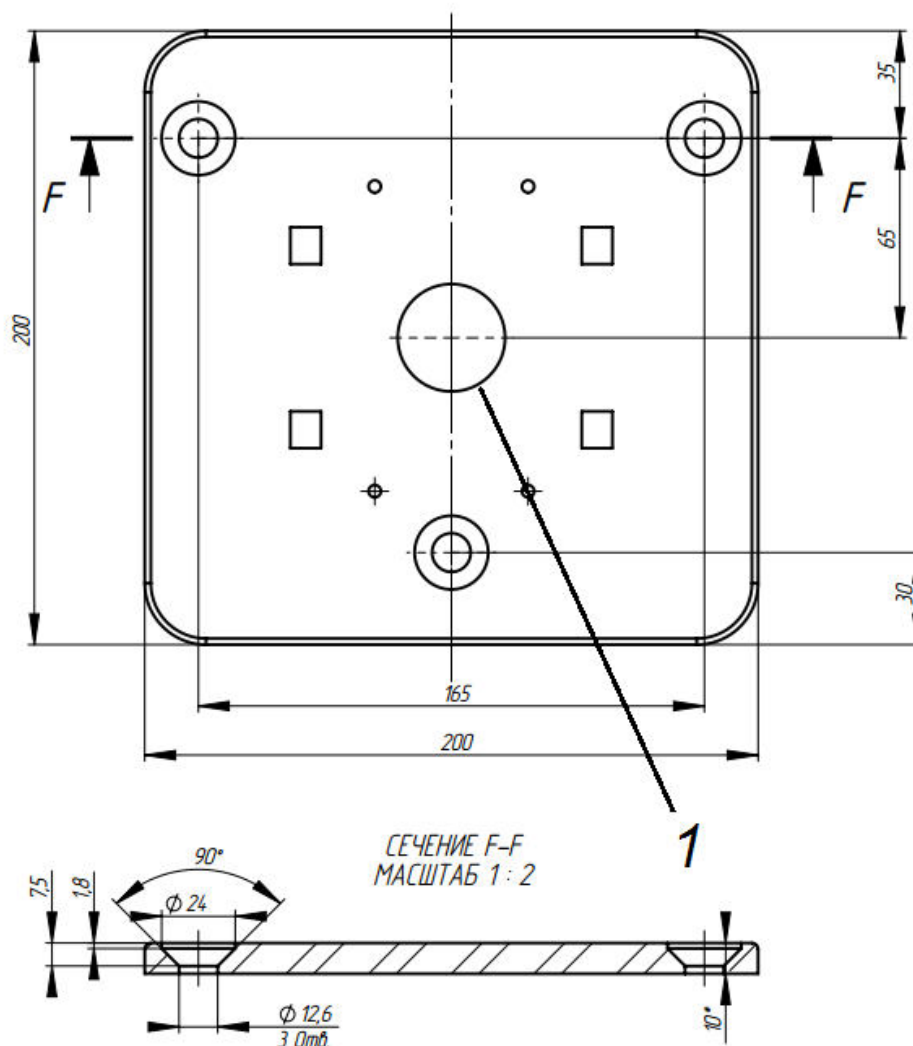

Рисунок 4 – Установочные размеры площадки турникета
4.2.4 Рисунок 4 – подводу кабелей производить через отверстие (1) в нижней плите стойки турникета.